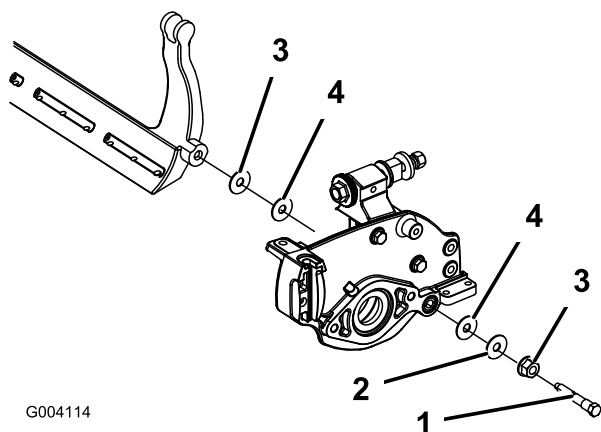

Figura 61
- 4. Remova cada uma das cavilhas da barra de apoio, de modo a permitir puxá-la e retirá-la da máquina. Guarde as duas anilhas de nylon e as duas anilhas de aço prensado de cada uma das extremidades da barra de apoio (Figura 61).